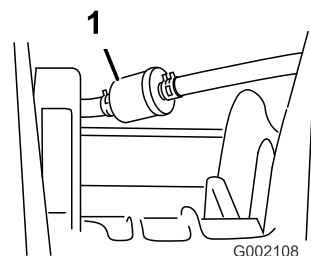

Figura 34
5. Retire as braçadeiras que fixam o filtro de combustível às tubagens (Figura 34).